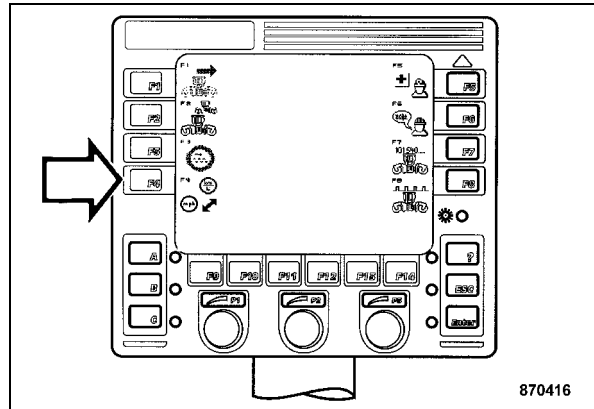

Fig. 107
- Pulsar la tecla "F4" (Fig. 107).